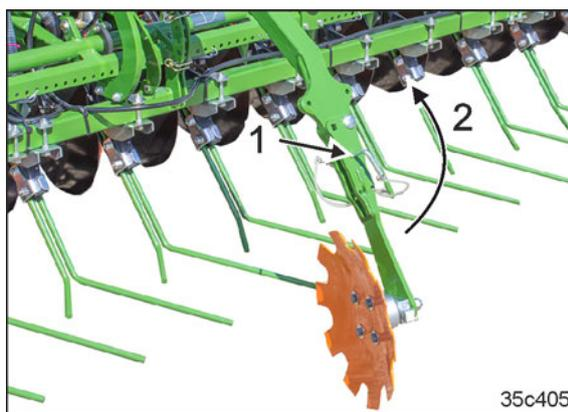

Fig. 241
5. Retirer l'axe (Fig. 241/1) et plier le tronçon (Fig. 241/2) avec le disque traceur en position de transport.